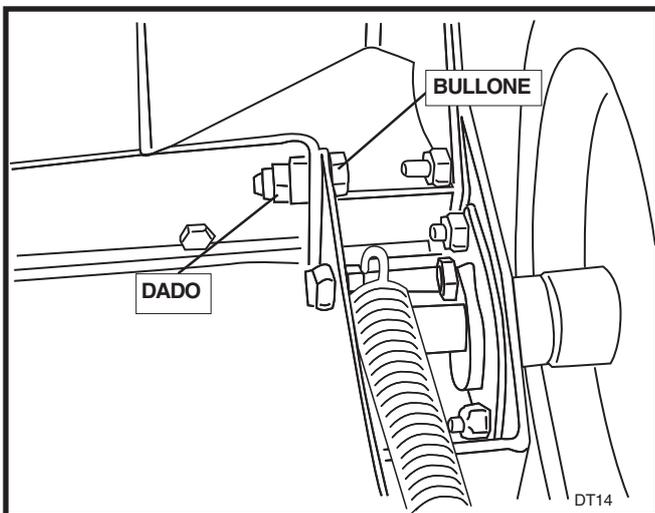

FIGURA 7
18. Posizionare la porta e fissare i bulloni di incernieramento. **NON** serrare i bulloni, lasciare circa 1/16" di spazio. Avvitare il dado sul bullone. Vedere Figura 7.